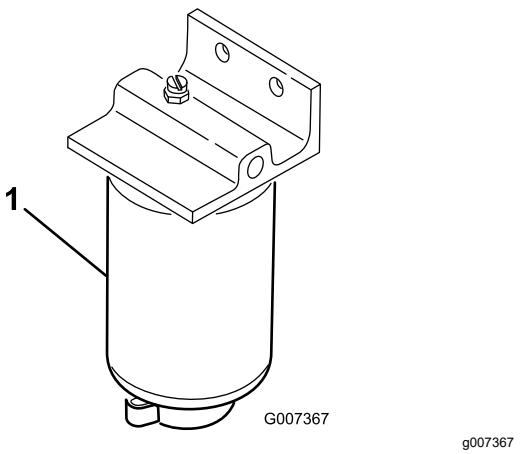

Figura 78
1. Coloque un recipiente limpio debajo del filtro de combustible (Figura 78).